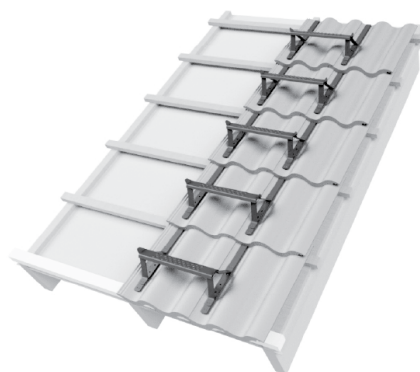

Bild 4.
4. Montera ett bärläktsteg på varje pannrad. Bärläktstegen skall monteras i rak linje nerifrån och upp (se bild 4).